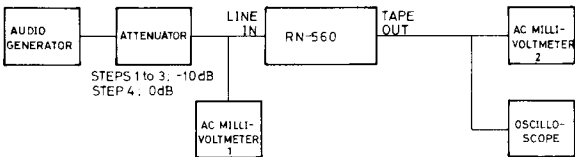

Fig. 4
1. Brancher les instruments de mesure comme illustré Fig. 4.